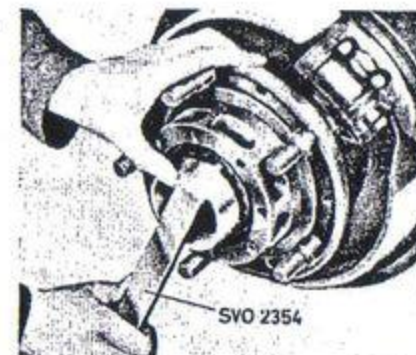
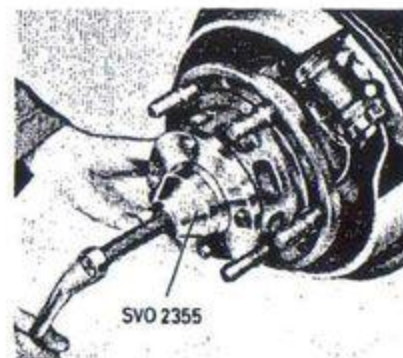
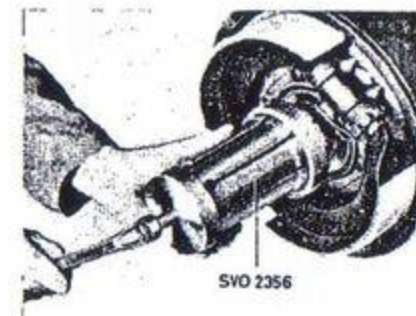

Bild 102. Demontering av låsmutter.
Bild 103. Demontering av nav.
Bild 104. Demontering av inre lager.
3. Vik upp låsbrickan för hjullagren. Skruva av muttern med nyckel SVO 2354 (bild 102). Är bromstrumman lös lyfts den av. I annat fall dras den av tillsammans med navet varvid dock bromsbackarna bör justeras tillbaka. Dra av navet med hjälp av avdragare SVO 2355 (bild 103). Dra av inre lagret från spindeln med avdragare SVO 2356 (bild 104). Ta bort tätningringen.